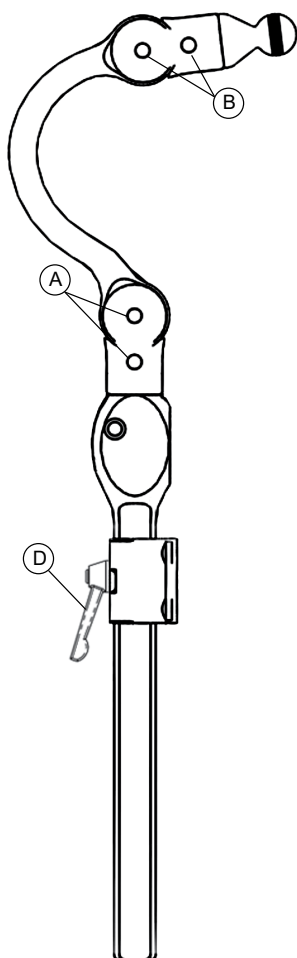
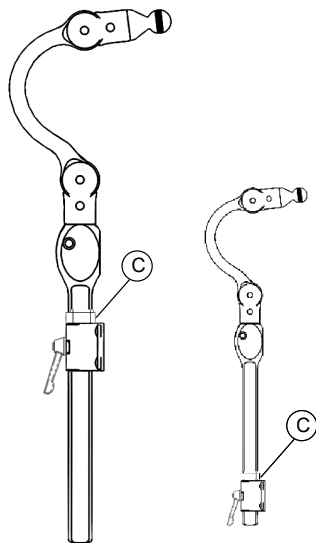

Fig. 1
Fig. 2
1. Monte conforme ilustrado na Fig. 1.
1. Vertical – Desaperte o botão da alavanca (Fig. 1, D) e ajuste à altura correta e, em seguida, rebaixe o colo de paragem (Fig. 2, C). A haste vertical pode ser rodada para ajuste de ângulo adicional do conjunto de enchimento/placa de base.
2. Profundidade e ajuste do ângulo – Desaperte os parafusos de ajuste (Figs. 1, A e B) para profundidade e ajuste do ângulo. Observe o ajuste do ângulo ilustrado na Fig. 3.
1. Desencaixe a proteção do eixo (Fig. 2, B). Ajuste o ângulo da pega em T ou da esfera motriz por baixo da patilha e pressione-a para cima e para fora. Consulte a Fig. 1. O pino indicador no colo antirotativo (Fig. 1, C) encaixa na ranhura na parte superior do recetáculo desmontável (Fig. 1, D) para evitar a rotação.